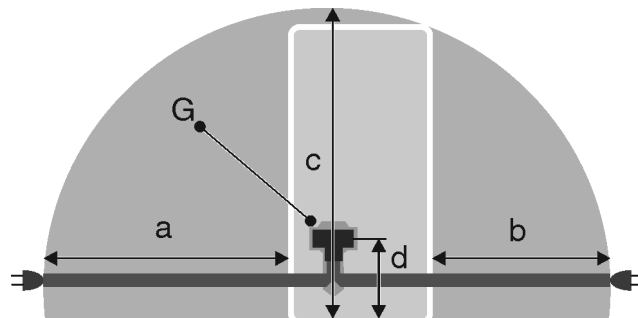

Fig. 21
- Zásuvka sa nachádza mimo oblasti zadnej strany zariadenia v uvedenej oblasti Fig. 21 (a, b, c).
- Zástrčku zariadenia Fig. 21 (G) zastrčte na zadnej strane zariadenia. Dbajte na správne zaklapnutie.